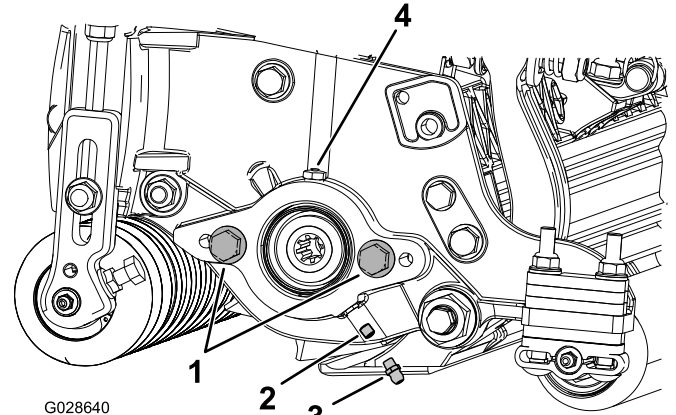

Figure 6
1. Retirez et mettez au rebut la vis de fixation sur la plaque latérale du moteur de cylindre (Figure 6).
2. Montez les graisseurs droits (Figure 6).
3. Si la plaque latérale de moteur de cylindre ne comporte pas de vis de fixation, mettez-les en place (Figure 6).
5. Posez le moteur de cylindre et graissez la plaque latérale jusqu'à ce que l'excédent de graisse ressorte par l'orifice de graisse (Figure 6).